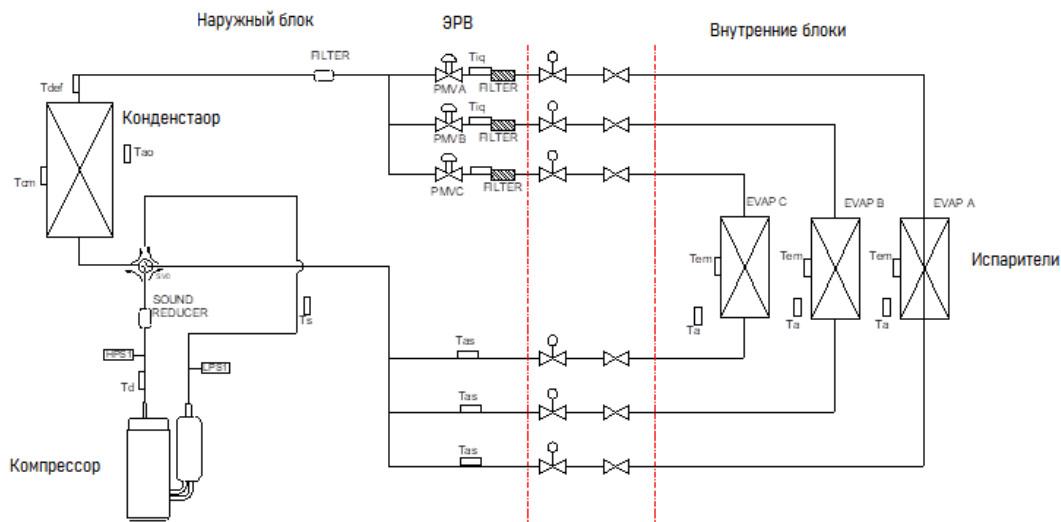

Рис.2- Фреоновая схема мульти плит-системы в режиме охлаждения
- **Принцип работы** ( см. схему рис.2)